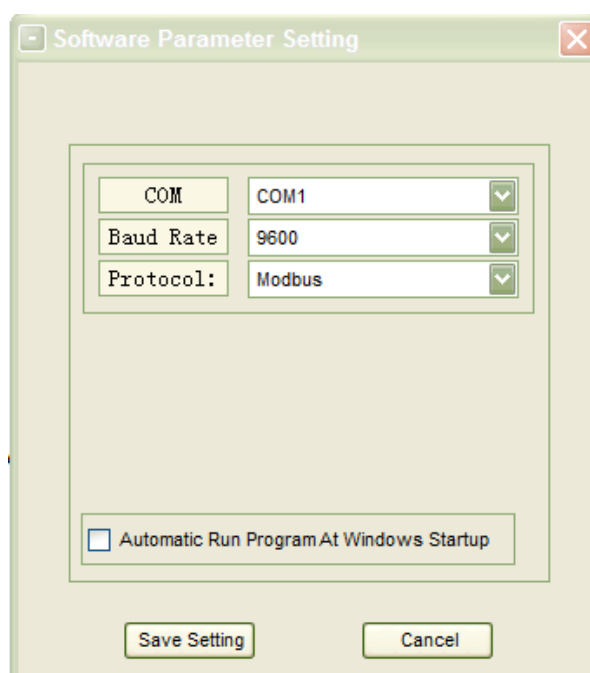

Fig. 5-23 Ajuste de parámetros de comunicación
- Aparecerá una ventana de “Software Parameter Setting” (ajuste de parámetros del software) como se muestra a continuación (Fig. 5-23). Seleccione «COM» según el SAI, en «Baud Rate» (velocidad de transmisión) seleccione 9600, y en «Protocol» (protocolo) seleccione «Modbus», luego guarde estos ajustes.